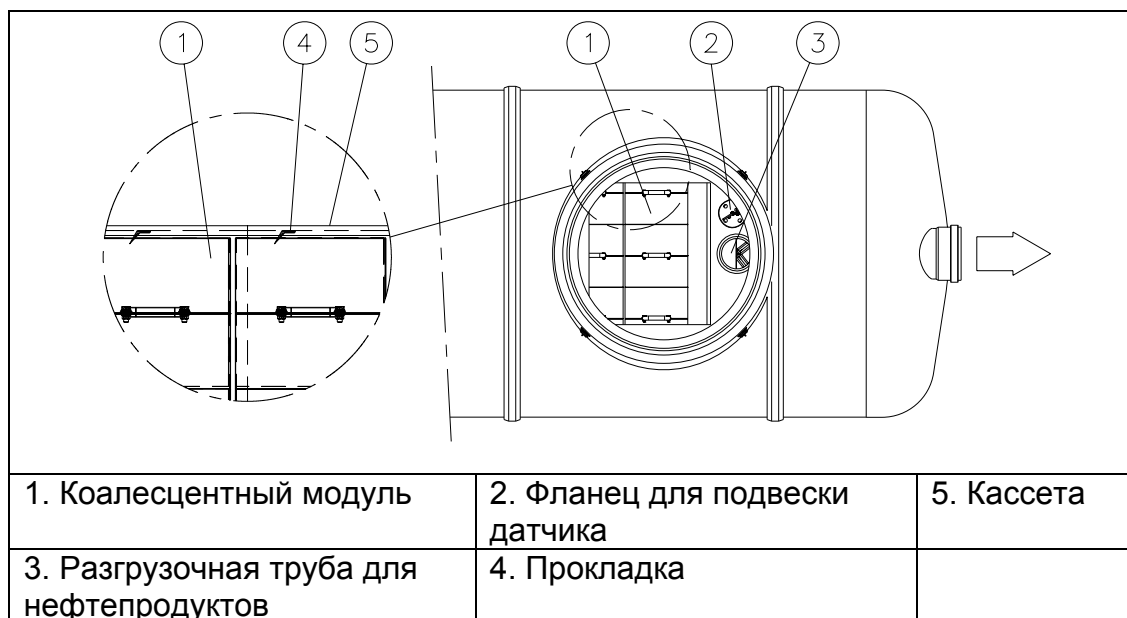

Рис. 8. Обслуживание отделителя.
2. Разгрузку отделившихся нефтепродуктов производить при заполнении объема или не реже одного раза в полгода. Разгрузка выполняется через техколодец и разгрузочную трубу, расположенную в отделителе (см. рис. 8). Если у отделителя 2 технических колодца, то разгрузка производится, через техколодец расположенный рядом с выходным
2. Откачайте отделившиеся нефтепродукты через разгрузочную трубу отделителя (см. рис. 8) и поднимите коалесцентные модули из отделителя.
1. Очистка коалесцентных модулей производится одновременно с полной разгрузкой отделителя (см. рис. 8). При помощи подъемника, через техлодец, поднимите первый коалесцентный модуль. Начинайте с коалесцентных модулей находящихся со стороны выходных патрубков и закончите коалесцентными модулями у входных патрубков.